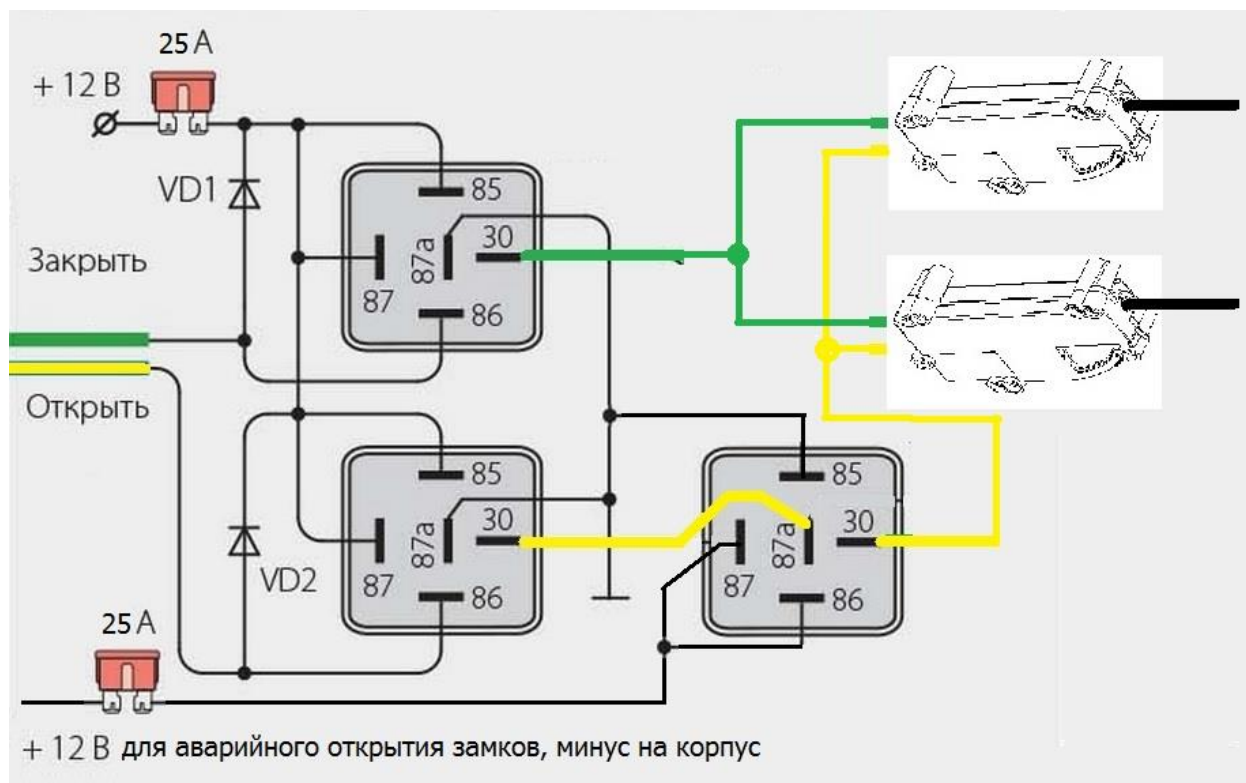

рис.2
- 6. Подключить замок к управляющему устройству по схеме (см. рис.2). Проверить работу дверных блокираторов